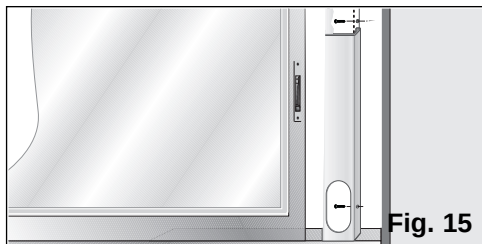

Fig. 15
- Per poterlo fissare nella finestra / balcone è munito di due fori laterali. Tramite due viti (non comprese nell'accessorio) l'utente potrà fissarlo sulla cornice o sul muro senza pericolo che possa muoversi o cadere dalla sua posizione, **Fig. 15**.